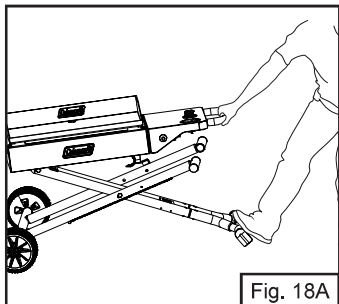
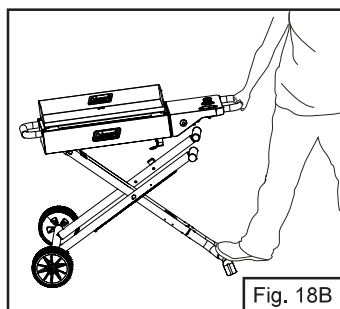

Fig. 18A
Fig. 18B
2. Ouvrez l'appareil à partir de la position repliée. Placez un pied sur la poignée de tirage, saisissez la poignée de transport et soulevez-le vers vous (Fig. 18A). Continuez à tirer vers le haut jusqu'à ce que le support de l'appareil soit complètement déployé (Fig. 18B).